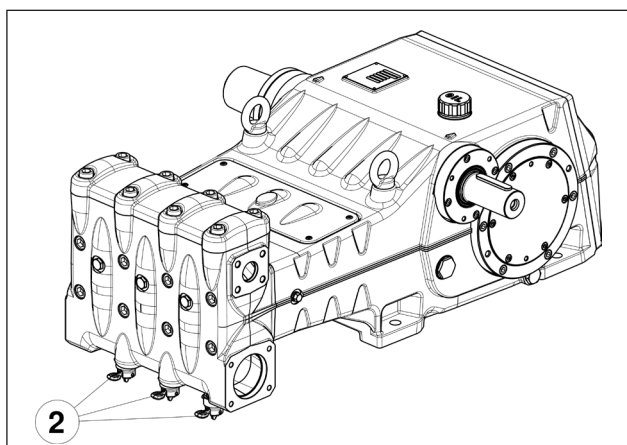
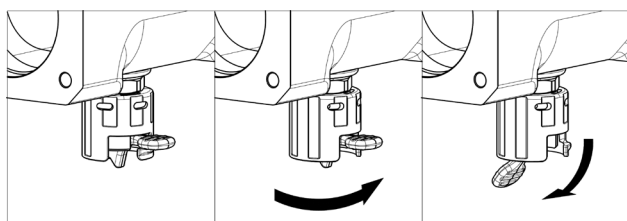

Рис. 9
Рис. 10
В случае длительного хранения или простоя необходимо восстановить правильную работу всасывающих клапанов путем открытия трех кулачков подъема клапана (см. поз. ② Рис. 9). Перед следующим запуском насоса проверьте, закрыты ли клапаны. Рабочее и нерабочее положение см. на Рис. 10.